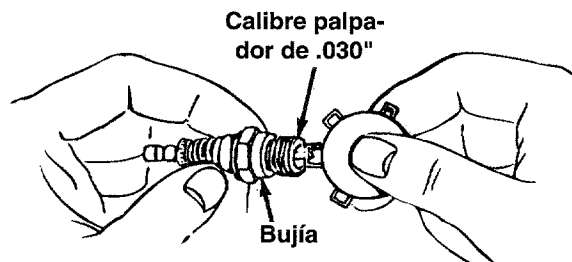

Figura 15
- La bujía debe limpiarse y ajustar la separación a .030" una vez por temporada por lo menos o cada 50 horas de operación. Vea la figura 15. Se recomienda el reemplazo de la bujía al comienzo de cada temporada. Refiérase a la lista de piezas del motor para el tipo correcto de bujía.